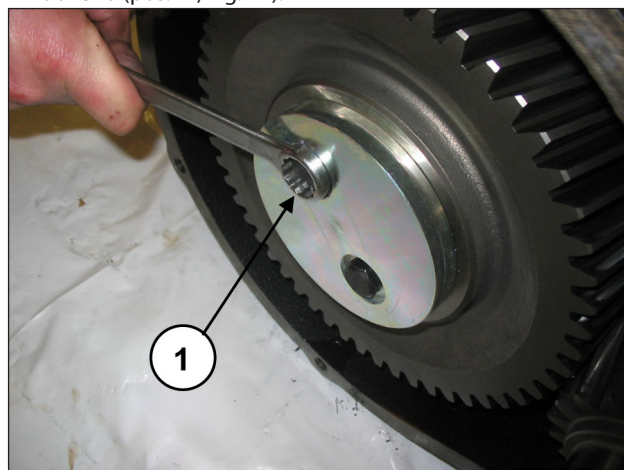
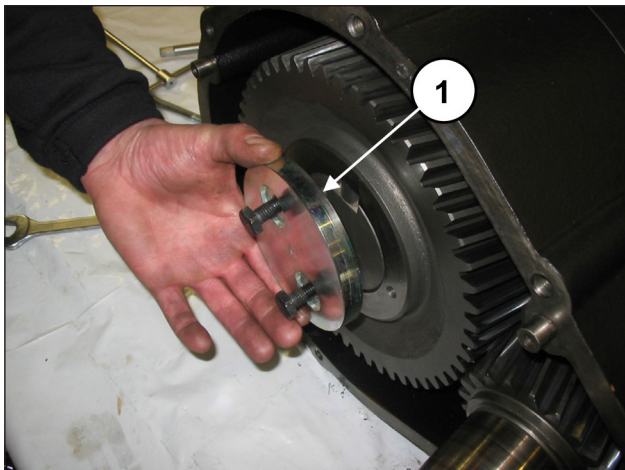

Fig. 10
Fig. 11
Ad operazione terminata rimuovere il coperchio riduttore e successivamente sfilare il cuscinetto dal pignone. Svitare le viti che fissano il fermo corona (pos. ①, Fig. 10) e rimuoverlo (pos. ①, Fig. 11).